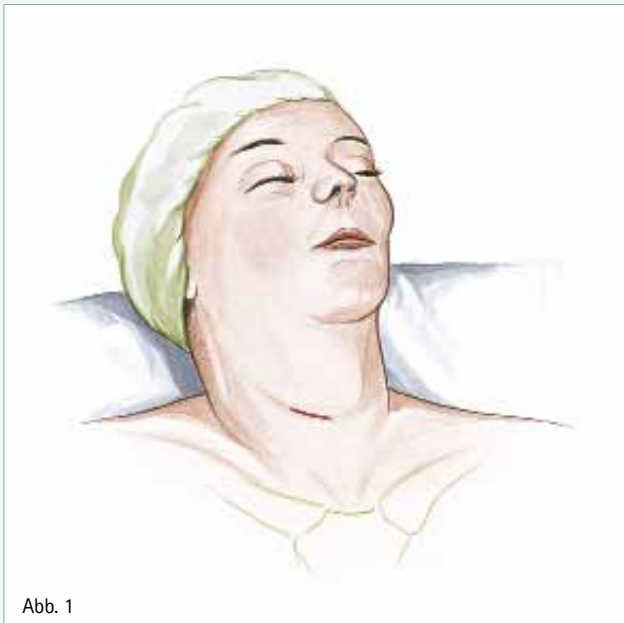

Abb. 1
■ Der Patient befindet sich in Rückenlage mit leicht rekliniertem, in der Kopfschale gelagertem, Kopf (Abb. 1). Die lordotische Halswirbelsäule wird durch eine entsprechend große Rolle unterpolstert, der Thorax kann zur Betonung der Reklination der Halswirbelsäule auf einem Kissen gelagert werden. Die Arme werden seitlich anliegend fixiert.